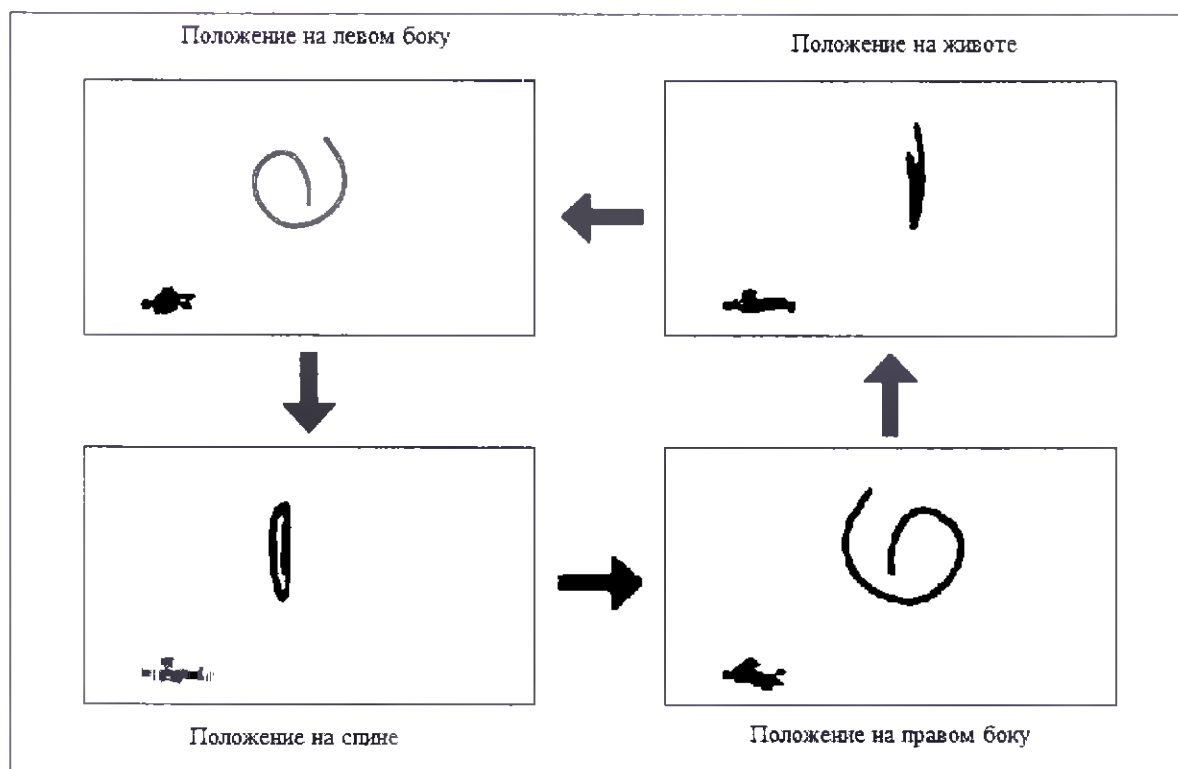

Рисунок 5.4
• Положение модели пациента изменится. При каждом нажатии кнопки  положение будет меняться в следующем порядке: "Положение на левом боку" → "Положение на спине" → "Положение на правом боку" → "Положение на животе" (см. рисунок 5.4).